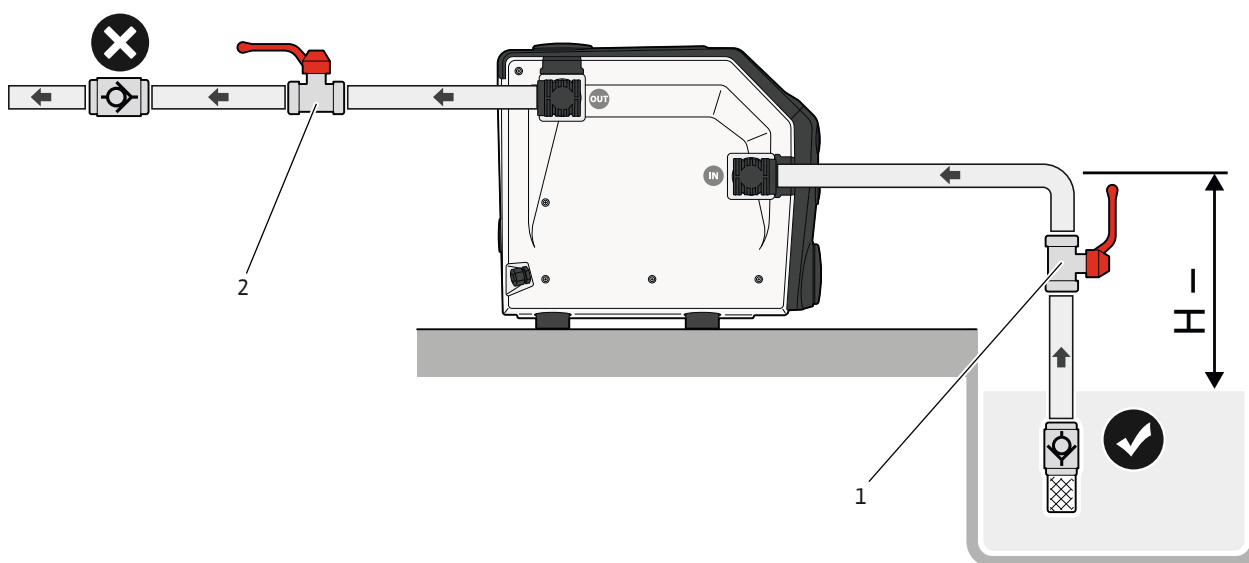

Fig. 7: Sacia prevádzka
1. Zatvorte uzatvárací posúvač (Fig. 7 – pol. 1, 2) na sacej strane a strane výtlaku.